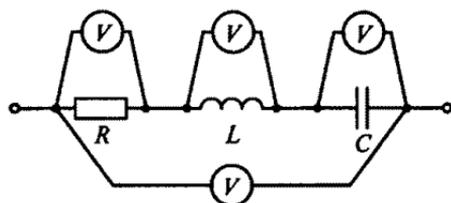

Рис. 97
3.53.Р. В цепи синусоидального тока на рис. 97 все четыре вольтметра показывают одинаковое напряжение 54 В. Чему равно мгновенное значение общего напряжения u , если начальная фаза напряжения u_L равна 38° ?